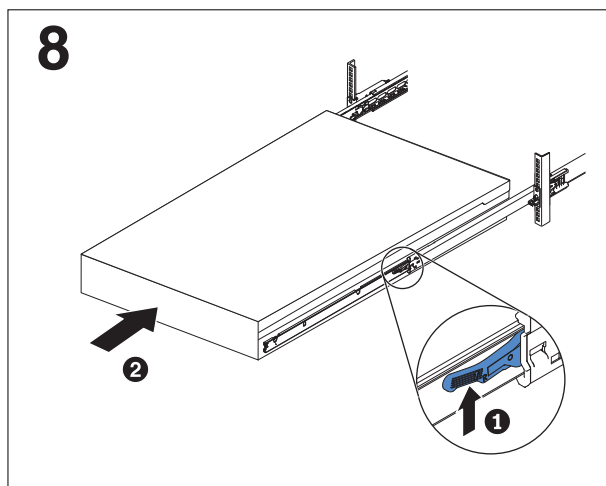

図 36. ラックのスライド・レールの SAN ボリューム・コントローラー 2145-DH8 ロック・レバーを上げる
2. スライド・レール上のロック・レバー (56 ページの図 36 の **1**) を上げて、サーバー **2** を、所定の位置にカチッと音を立てて収まるまで、ラック内に完全に押し込みます。